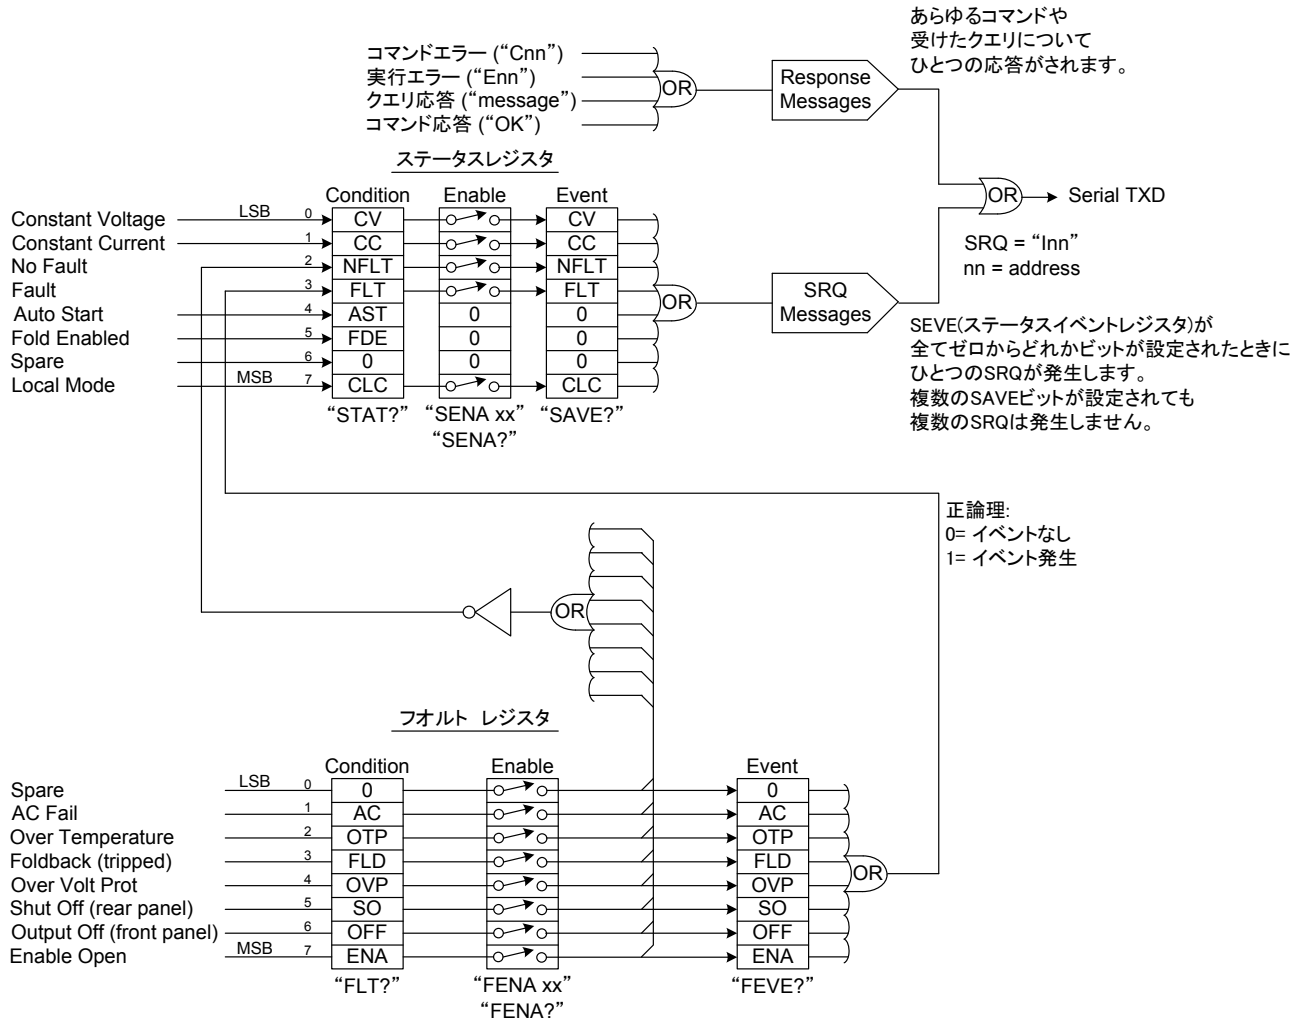

図 6-7 ステータスレジスタ及びエラーレジスタ
- ◆ ステータス及びエラーレジスタについては図 6-7 を参照してください。